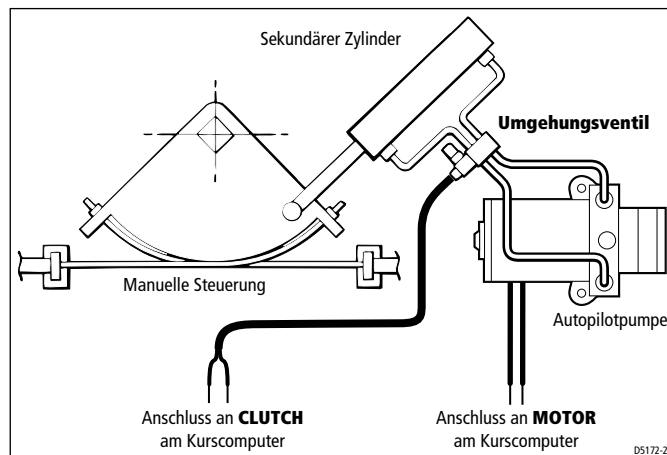

Abb. 2: Anschluss an einen sekundären Zylinder
- Installieren Sie das Magnetventil (Teilenummer: M81167) wie in *Abbildung 2* gezeigt.